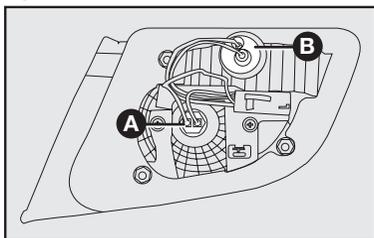

fig. 47
**A-fig. 47:** Luz de posição traseira.
**B-fig. 47:** Luz de marcha a ré.
2) Para substituir a lâmpada da luz de posição, puxar o porta-lâmpada **A-fig. 47** e puxar a lâmpada fixada a pressão. Em seguida, substituir a lâmpada e recolocar o porta-lâmpada.
3) Para substituir a lâmpada da luz de marcha a ré, girar no sentido anti-horário o porta-lâmpada **B-fig. 47** e puxar a lâmpada fixada a pressão. Em seguida, substituir a lâmpada e recolocar o porta-lâmpada, girando-o no sentido horário.